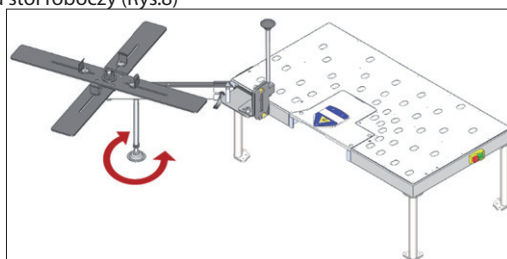

**Rys. 6**
- Zasobnik należy zamontować (Rys. 6), tak aby możliwe było dodawanie lub usuwanie ograniczników centrujących pasujących do innej średnicy taśmy. (Rys.7)